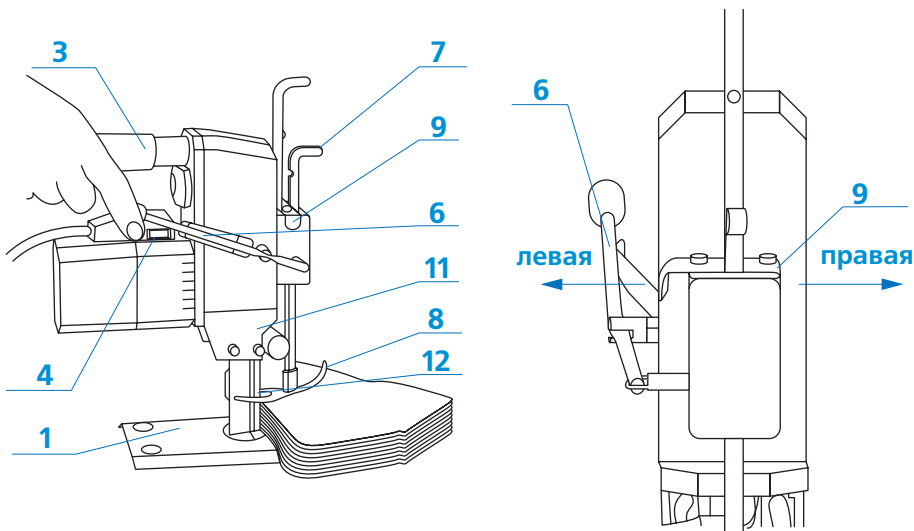

Рис. 3 - Раскрой слоя ткани
После подготовки настила ткани для раскроя, раскройную машину, в положении, указанном на рис.3, нужно поместить на раскройном столе и, после прижатия рычага (6) к рукоятке (3), переместить рычагом (7) лапку (8) в верхнее положение. После освобождения рычага (6) она автоматически зафиксируется.
Управляя раскройной машиной с помощью рукоятки (3), направить стопу (1) под приподнятый край настила ткани так, чтобы линия края находилась напротив ножа (12). Опустить лапку на ткань (после нажатия рычага лапка опускается автоматически) и, держа рычаг лапки в нижнем положении, минимально поднять лапку вверх так, чтобы она не собирала ткань "сверху". Включить раскройную машину переключателем (4) и начать раскрой, как показано на рис. 3.